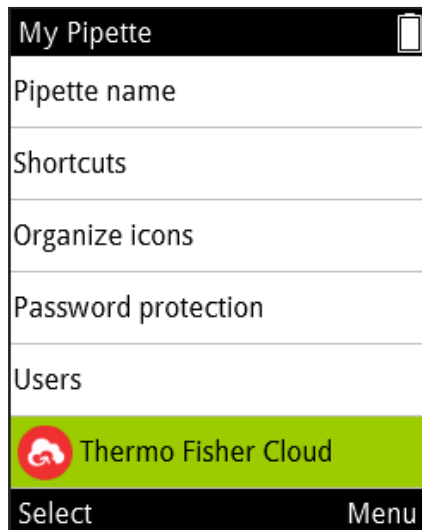

図 D56
2. (Thermo Fisher Cloud)を選択し、 (Select) > (図 D56) の順に押します。